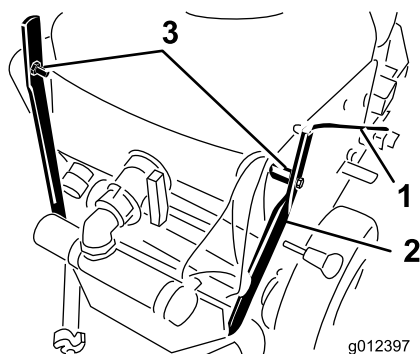

Figure 3
1. Retirez la goupille fendue, la rondelle et le serre-câble qui maintiennent la tige de changement de vitesse pour l'expédition (Figure 3). Conservez la goupille fendue et la rondelle pour monter la tige de changement de vitesse.
2. Retirez les (2) boulons, entretoises et écrous qui fixent le guidon au support de la cuve (Figure 3). Mettez au rebut les boulons, les entretoises et les écrous.